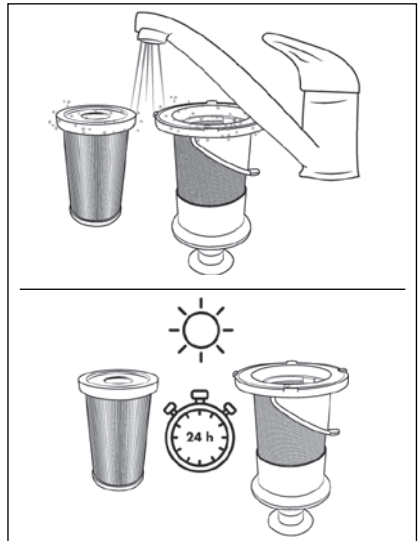

Fig. 25
- 5) Skyl EPA-filteret **5** og filteret af rustfrit stål **6** under koldt eller lunkent vand. Lad EPA-filteret **5** og filteret af rustfrit stål **6** lufttørre fuldstændig, før du sætter dem ind i smudsbeholderen **7** igen (se fig. 25).